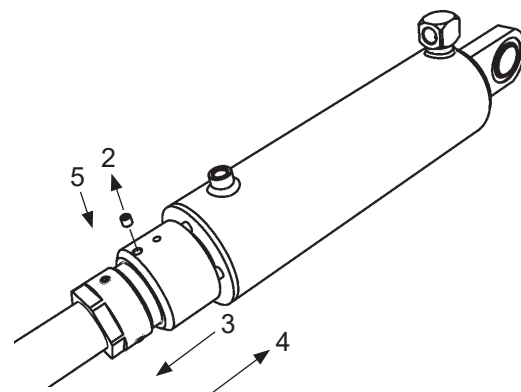

Abbildung 65. Anschlag und zugehörige Sicherungsschrauben
2. Lösen Sie die Verschlusschraube am Anschlag (2). Schrauben Sie den Anschlag komplett in Richtung der Ladebordwand zurück (3). Abbildung 65.
4. Richten Sie den Anschlag vollständig an der Oberseite des Zylinders aus (4). Abbildung 65.
5. Ziehen Sie die Verschlusschrauben im Anschlag fest (5). Siehe Abbildung Abbildung 65.